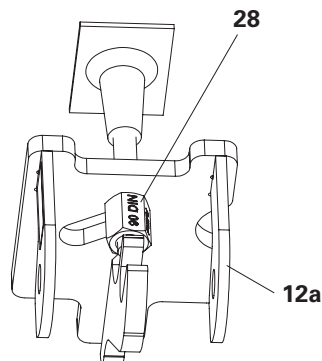

Fig. A5.12c
2. Spingere in posizione la testa di sospensione VGK Flex (**12a**) e stringere a fondo l'ancoraggio VGK B15 (**28**). (Fig. A5.12c)